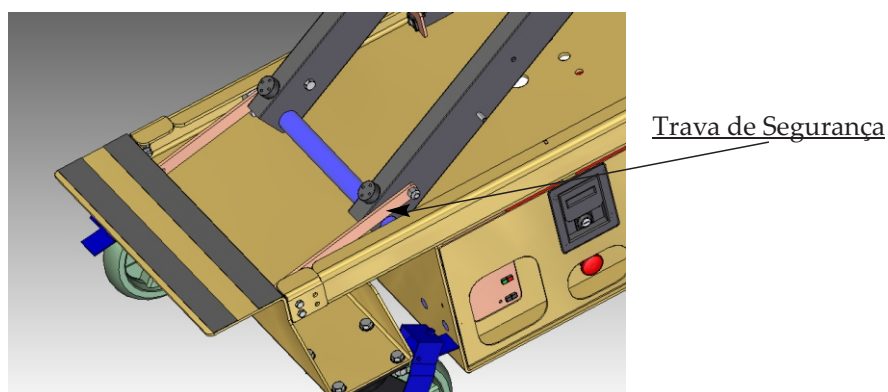

Figura 4 - Trava de Segurança
2. Usando os controles de solo, elevar a plataforma até que a distância que é possível posicionar a trava de segurança. Consulte a Figura 4.